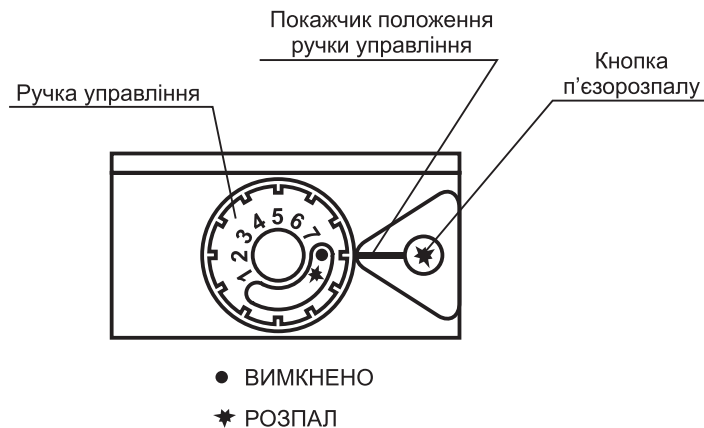

Рисунок 5. Елементи управління газового клапану 630 EUROFIT.
У початковому положенні ручка управління (рис.5) знаходиться у положенні “ВИМКНЕНО”.
7.2.2. Встановити ручку регулювання температури (рис.5) на відмітку "4". Після двох годин роботи котла, орієнтовно необхідних для стабілізації температури у приміщенні, змінити температуру за бажанням. Для збільшення або зменшення температури в приміщенні необхідно встановити ручку регулювання температури поз.8 на більш високу відмітку, обертаючи ручку проти годинникової стрілки, або, відповідно, на більш низьку відмітку, обертаючи ручку за годинниковою стрілкою.
7.3.2. Встановити ручку управління (рис.5) на відмітку "4". Після двох годин роботи котла, орієнтовно необхідних для стабілізації температури у приміщенні, змінити температуру за бажанням. Для збільшення або зменшення температури в приміщенні необхідно встановити ручку управління на більш високу відмітку, обертаючи ручку проти годинникової стрілки, або, відповідно, на більш низьку відмітку, обертаючи ручку за годинниковою стрілкою.
7.5.1. Для виключення основних пальників повернути ручку управління (рис.5) за годинниковою стрілкою у положення “РОЗПАЛ”.